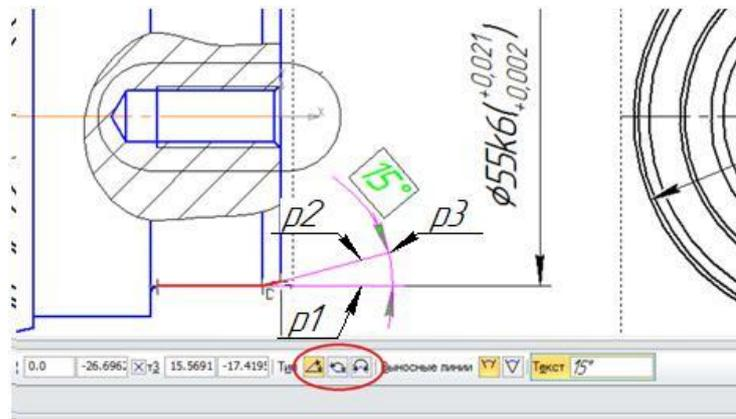

Рисунок 29 - Нанесения углового размера на поле чертежа
- графическим курсором точку на изображении первой прямой (точка p1, рисунок 29);
- графическим курсором точку, на изображении второй прямой (точка p2, рисунок 29);
- графическим курсором точку, определяющую положение размерной линии (точка p3, рисунок 29);